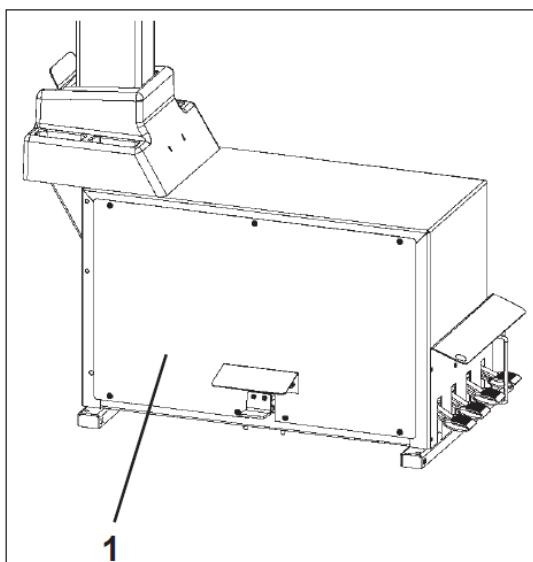

Рис. 8
- l) Снимите боковую панель 1 станины (рис. 8);